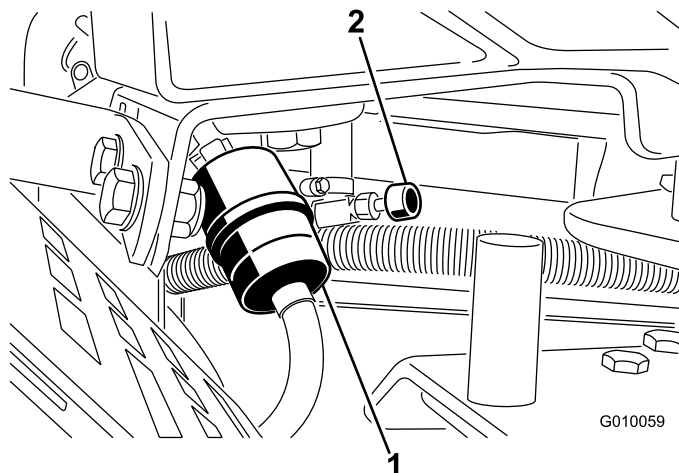

图 49
2. 关闭燃油切断阀图 49。
3. 将软管夹的两端挤压到一起将它们滑离滤清器图 49。
5. 安装新的滤清器并将软管夹移近滤清器图 49。
7. 打开燃油切断阀图 49。
2. 关闭燃油切断油阀 图 49。
3. 松开燃油滤芯上的软管夹、沿燃油管向上滑动、使之离开燃油滤芯 图 49。
4. 从燃油滤清器上拉出燃油管 图 49。打开燃油切断阀让燃油排入燃油罐或放油盘。
5. 将燃油管安装到燃油滤清器上。将软管夹滑近燃油滤清器固定燃油管 (图 49)。